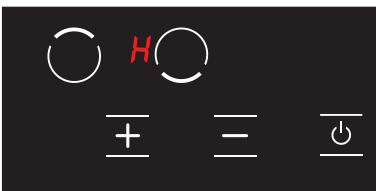

Abbildung 23
4. Nach diesem Vorgang geht das Produkt in den Standby-Modus. Wenn jedoch eine heiße Kochplatte vorhanden ist, selbst wenn das Produkt in den Standby- Modus wechselt, wird das Symbol **H** auf dem Bildschirm angezeigt. (siehe Abb. 23)